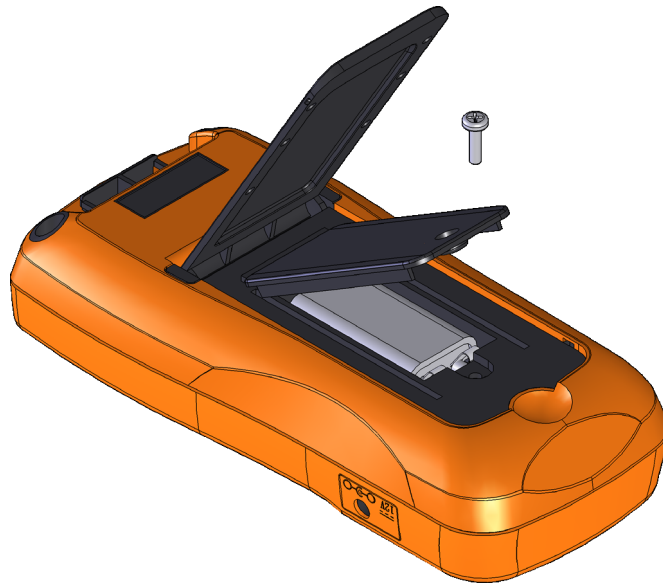

Figura 1-1 Instalar a bateria
- 1 Abra a tampa da bateria.** Levante o suporte inclinável. Afrouxe os parafusos com uma chave de fenda Philips adequada e remova a tampa da bateria conforme a Figura 1-1.